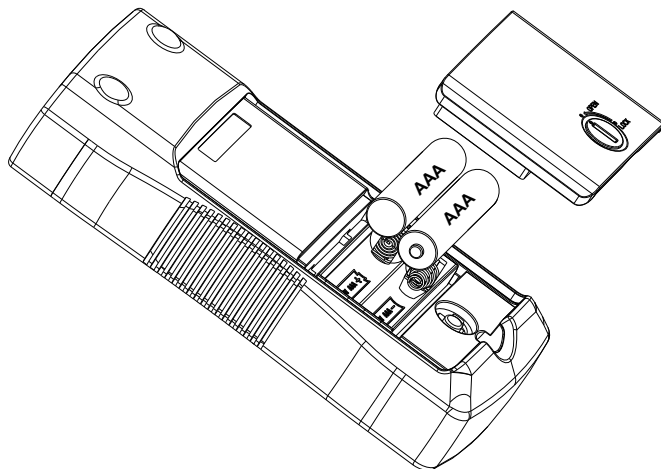

图5.2： 更换发送器电池
4. 如图 5.2 所示更换电池。观察电池槽中所示的电池电极。